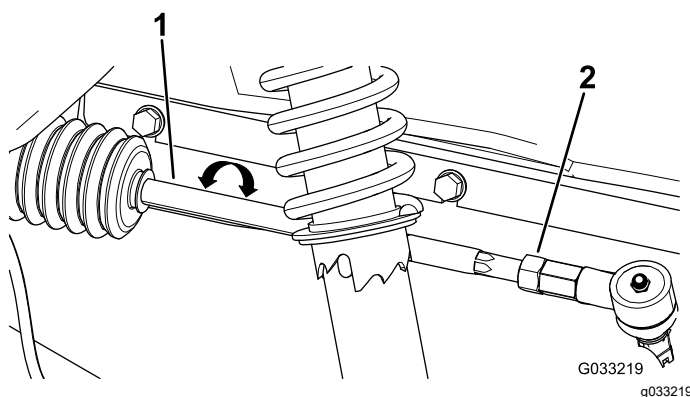

Figura 46
2. Se a medição obtida não se situar entre 0 e 6 mm, desaperte as porcas de retenção nas extremidades das barras (Figura 46).